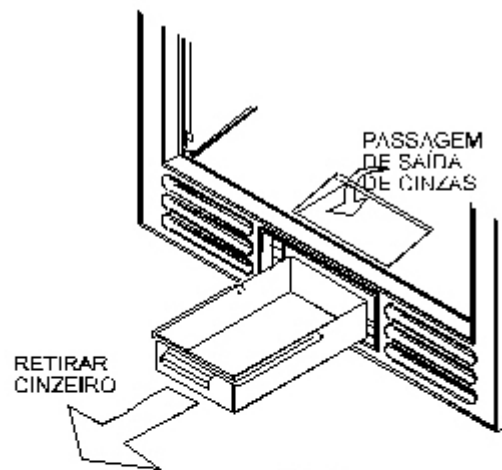

Fig. 16
- Ao girar o retentor de troncos, ficará livre a passagem do esvaziamento de cinza pelo que acederemos ao ventilador. Extrair o cinzeiro para deixar livre o acesso ao ventilador. (Fig. 16)